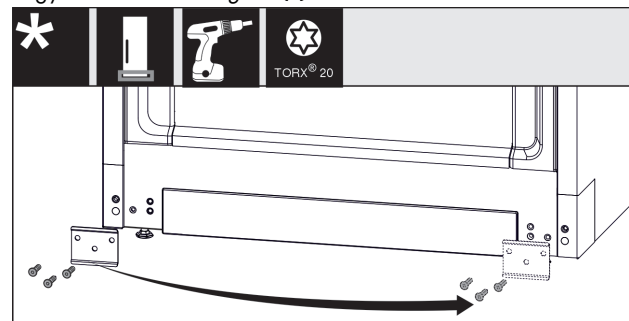

Fig. 20
- Csavarozza le a lemezt Fig. 20 (1), helyezze át a másik oldalra, és ismét csavarozza fel.